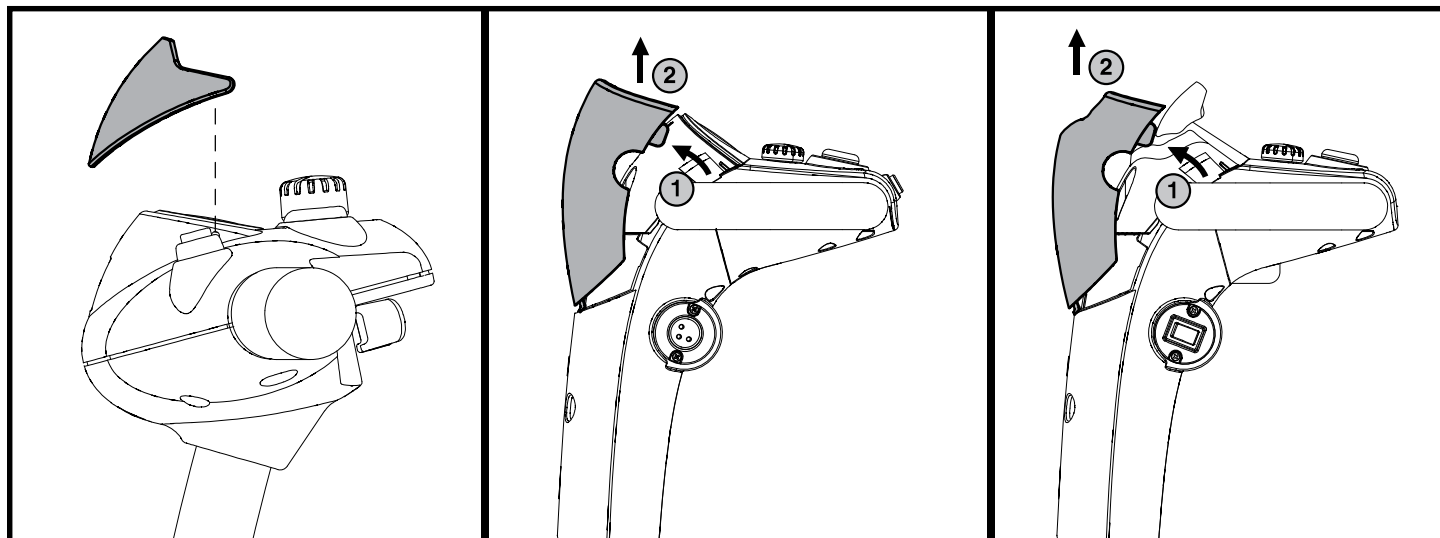

Figura 17. Parasole della console del manubrio
1. Staccare delicatamente la parte superiore del parasole dalla console del manubrio, poi sollevarlo lentamente e toglierlo dalla console. **Vedere figura 17.**